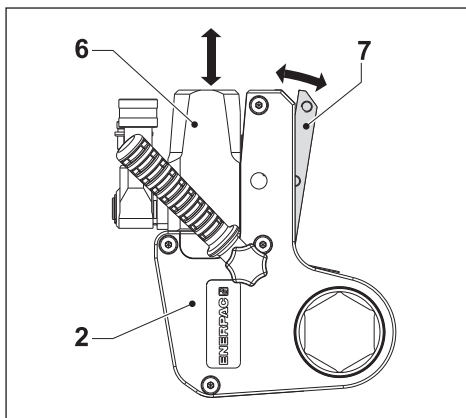

Abb. 4
3.3.1 Austausch der Kassette (Abb. 4 und 5)
(Abb. 4 und 5)